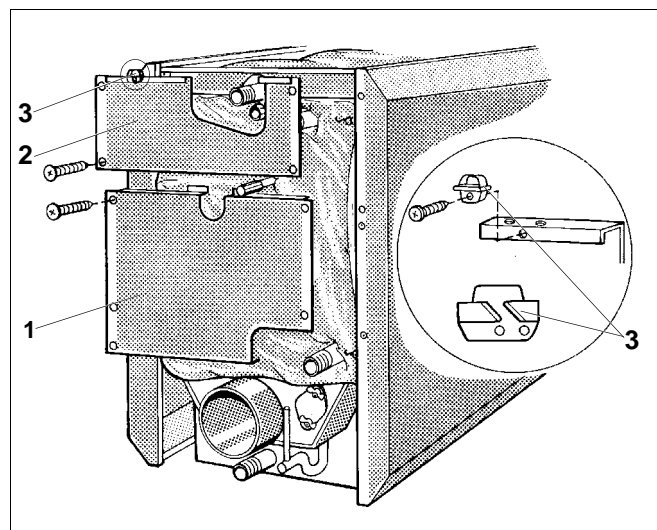

Рис. 11 Установка задних стенок
- Закрепите нижнюю часть задней стенки (рис. 11, **поз. 1**) 3 саморезами слева и 2 саморезами справа к отбортовке боковой стенки (рис. 11).
- Вставьте верхнюю часть задней стенки (рис. 11, **поз. 2**) Z-образной отбортовкой за нижнюю часть задней стенки (рис. 11, **поз.1**), приложите ее к отбортовке боковой стенки и закрепите 2 саморезами справа и слева (рис. 11).
- Установите одно или два крепления кабеля (рис. 11, **поз. 3**) или кабельный канал на верхней части задней стенки (рис. 11, **поз. 2**).
Экспликация к рис. 11